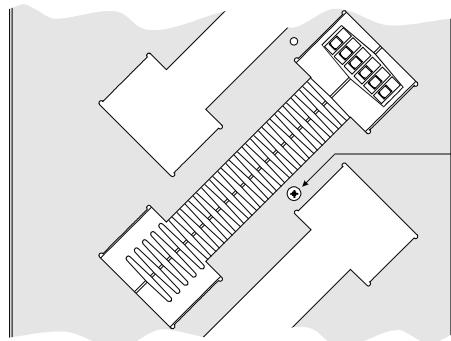

Fig. 1-1: Posizione della vite di bloccaggio
5. Rimuovere la vite di bloccaggio (se presente) dal lato sinistro del modulo (si veda Fig. 1-1).
2. Se necessario, fissare il modulo di interfaccia al telaio "stacker" inserendo una vite di bloccaggio sul lato sinistro (si veda Fig.1-1).